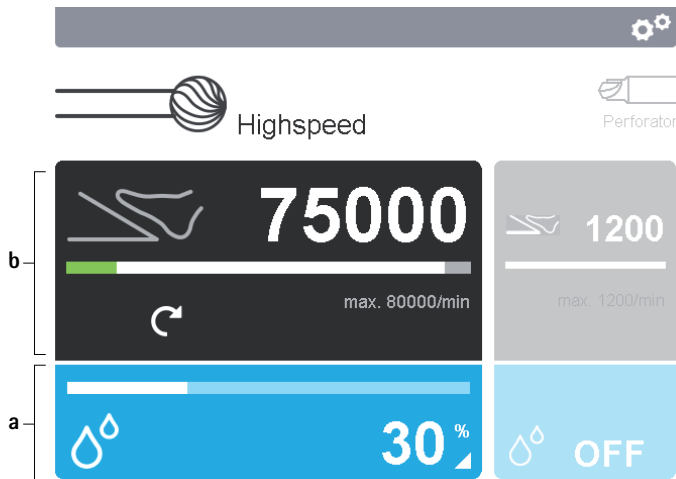

Abb. 5 Bedienfelder aktivieren
- Einstellparameter Anwendungsteil ändern: Anwendungsteil-Bedienfeld **b** im Display 2 betätigen, siehe Abb. 5.